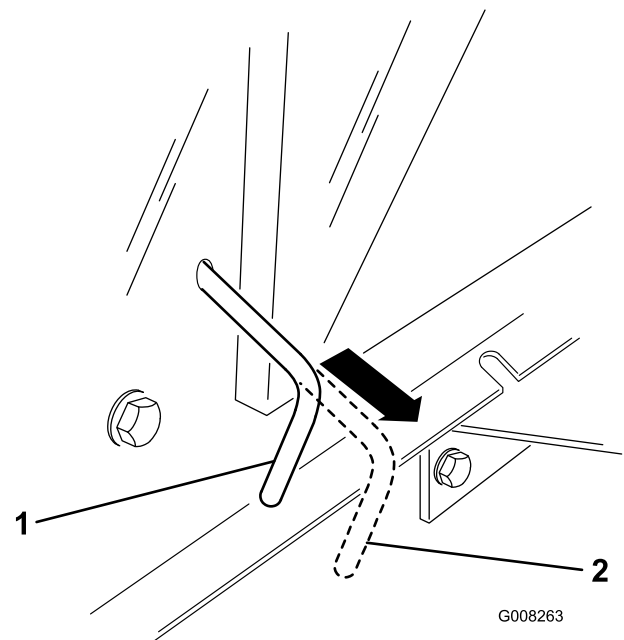

Figura 16
Nota: Esto desengrana el sistema de tracción y permite que las ruedas giren libremente.(Figura 16).
2. Empuje el control de tracción a la posición Funcionamiento (Figura 16) para engranar el sistema de tracción.